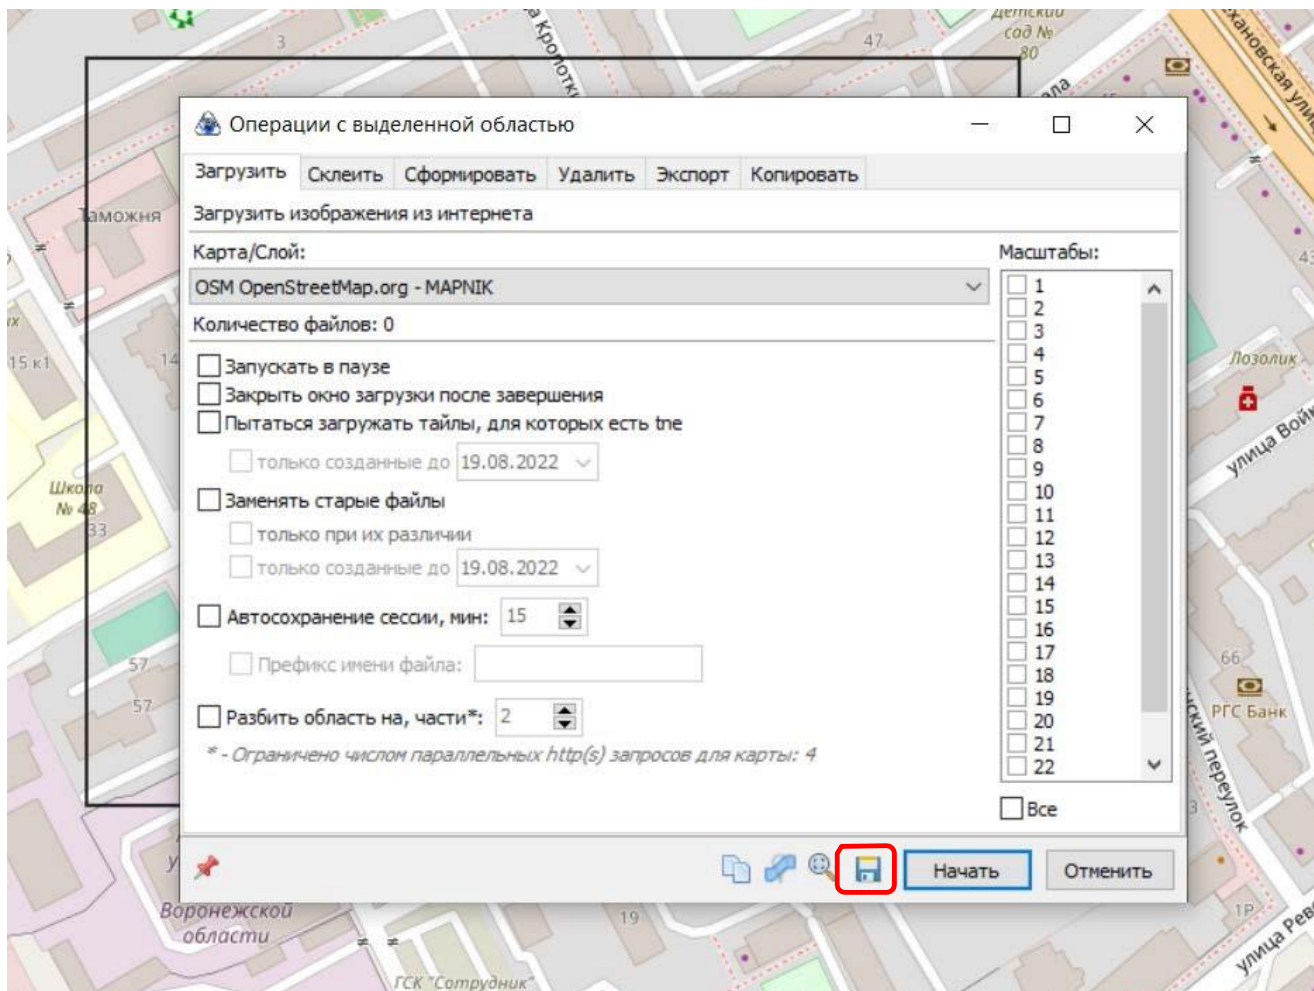

Рис. 6 – кнопка сохранения прямоугольника выделения
- Прямоугольник выделения (координаты области карты для скачивания) можно сохранить и использовать повторно. Для сохранения прямоугольника выделения нужно нажать кнопку с изображением дискеты, см. рис. 6.